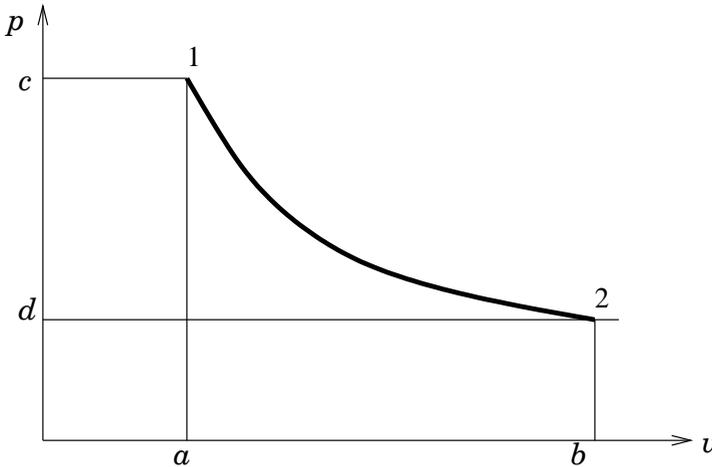

Figure 15 – les travaux dans  $(p,v)$ .
**Le travail d'évolution en vase clos** est égal à  $w_e = \int_1^2 -p dv$  et il est graphiquement représenté par l'aire  $(a,1,2,b)$  de la figure 15)